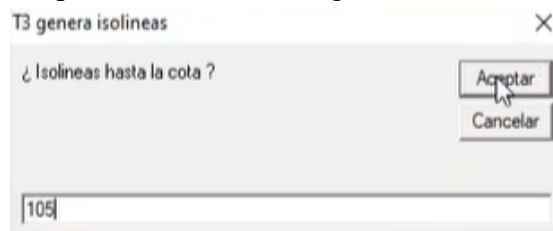

Figura 411. Isolíneas.
43. En la ventana “¿Isolíneas hasta la cota?”, introducir el valor predeterminado más un metro para asegurar que se abarque todas las cotas. Figura 411.